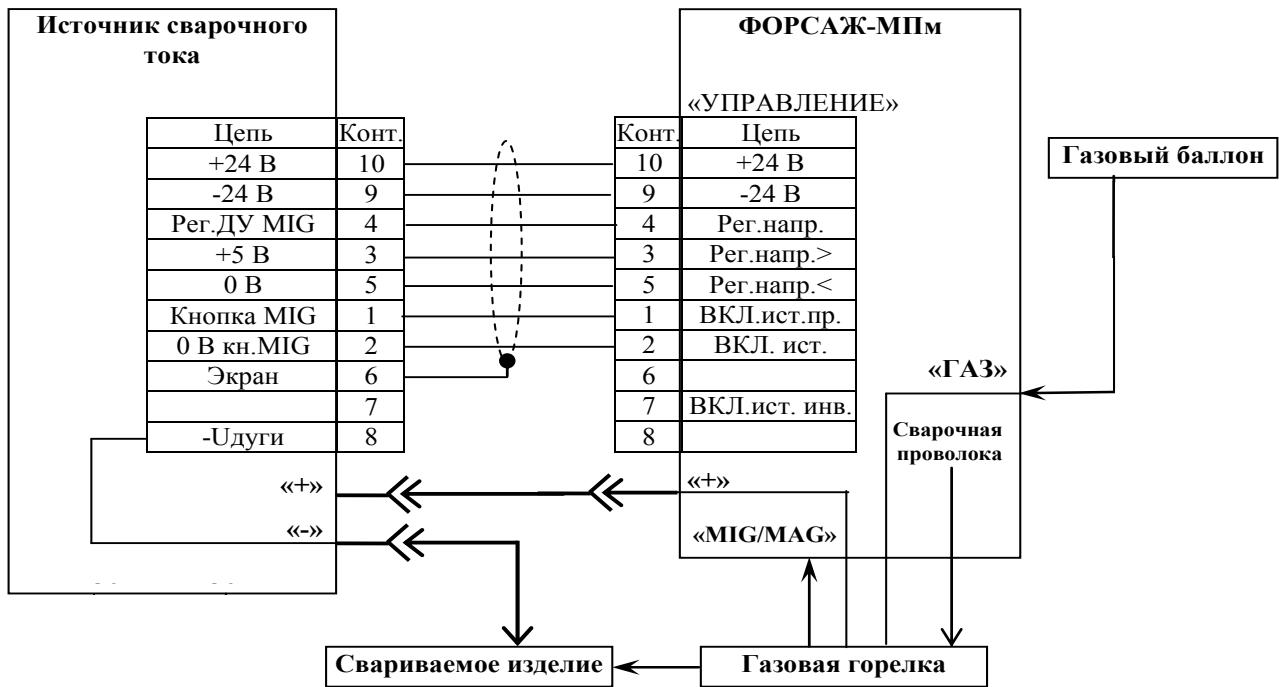

Рисунок 6.1
6.5 Подключить с помощью кабелей управления ВИАМ.685621.127 и силового ВИАМ.685634.001 соответственно соединитель управления МПП «УПРАВЛЕНИЕ» к специальному соединителю источника сварочного тока («MIG» для источников тока ФОРСАЖ) и соединитель МПП «+» - к соединителю источника сварочного тока «+», подключить кабель зажима к соединителю источника сварочного тока «-» и к свариваемому изделию, подключить газовую горелку к соединителю МПП «MIG/MAG» (см. рисунок 6.1). Схемы кабелей подключения МПП к источнику сварочного тока приведены в приложении А.